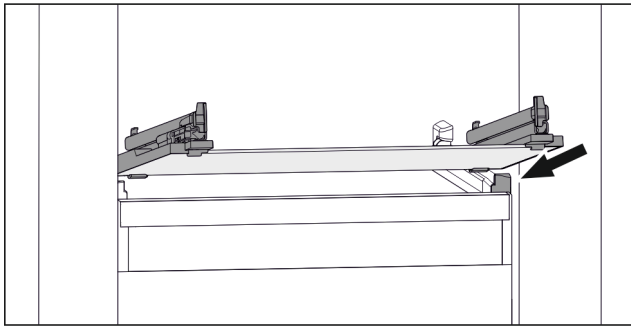

Fig. 52 Примерно изображение на стъклената плоча
- ▶ Поставете стъклената плоча под ъгъл зад ограничителите. (виж Fig. 52)